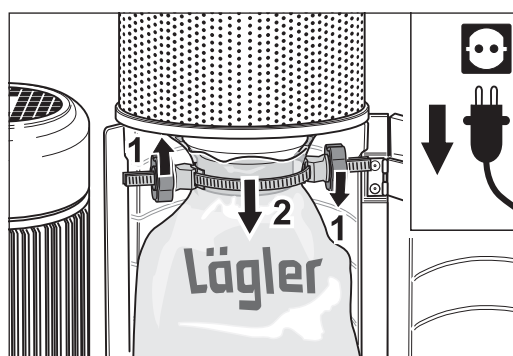

Abb. 50 Die beiden Muttern am MultiClip zwei bis drei Umdrehungen aufdrehen (1) und den Staubbeutel zusammen mit dem MultiClip nach unten abziehen (2).
- 3 Drehen Sie die beiden Muttern am MultiClip zwei bis drei Umdrehungen **gegen den Uhrzeigersinn** (Abb. 50, 1) und ziehen Sie den vollen Staubbeutel zusammen mit dem MultiClip nach unten ab (Abb. 50, 2).